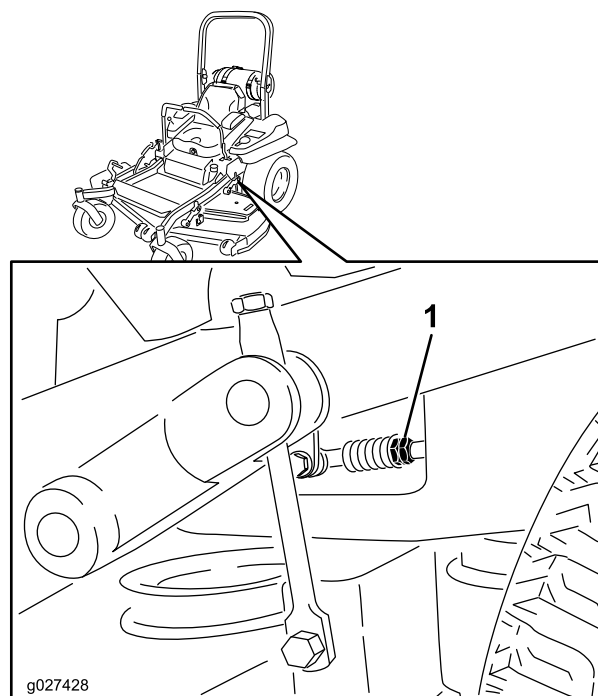

Figure 79
8. Réglez la longueur des tiges de pompes en tournant les doubles écrous dans le sens voulu jusqu'à ce que les roues tournent légèrement en marche arrière (Figure 79).